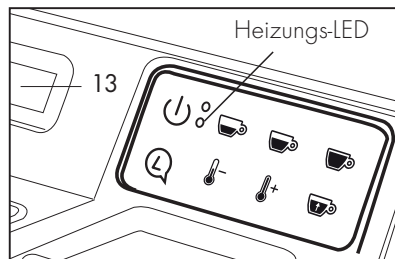

Abb. 5
- Die blaue Heizungs-LED blinkt intermittierend und das Wort "Heizen" erscheint auf dem Display (13); wenn die Temperatur erreicht ist, leuchtet die blaue LED fest und zeigt damit an, dass die Maschine betriebsbereit ist. **(Abb. 5)**